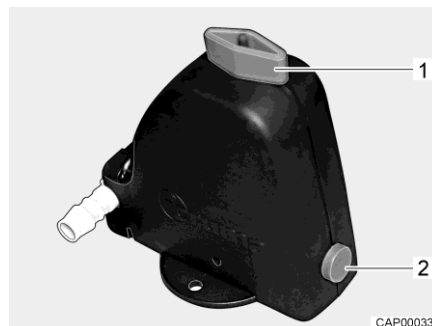
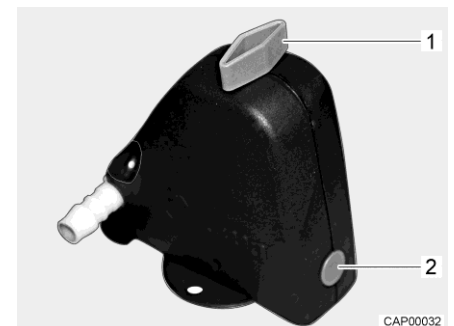

Fig. 67 Válvula de seguridad/purga abierta
Fig. 68 Válvula de seguridad/purga cerrada
- Cerrar la válvula de seguridad/purga. Para ello, girar el botón giratorio (Fig. 67,1) a la posición transversal en referencia a la válvula de seguridad/purga y hundir el botón (Fig. 67,2). La válvula de seguridad/purga cerrada se muestra en Fig. 68. A temperaturas inferiores a 6 °C, la válvula de seguridad/purga no se deja cerrar.